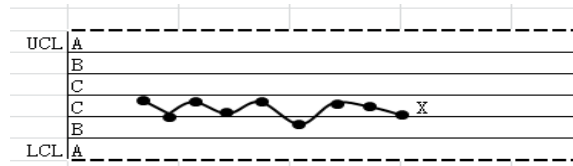

图 5-4 检验二
(2) 检验二：连续 9 点落在中心线同一侧，如图 5-4。